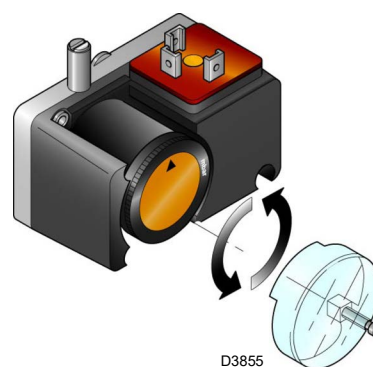

Fig. 38
- Régler le pressostat gaz seuil minimum (Fig. 38) en début d'échelle.
Effectuer le réglage du pressostat gaz seuil minimum (Fig. 38) après avoir réglé le brûleur, les vannes de gaz et le stabilisateur de rampe.